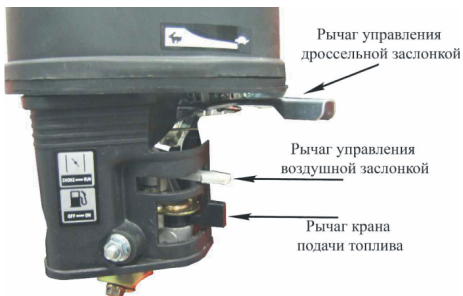

рис. 8
2. Установить рычаг крана подачи топлива в положение “ON” (“Включено”) (рис. 8).